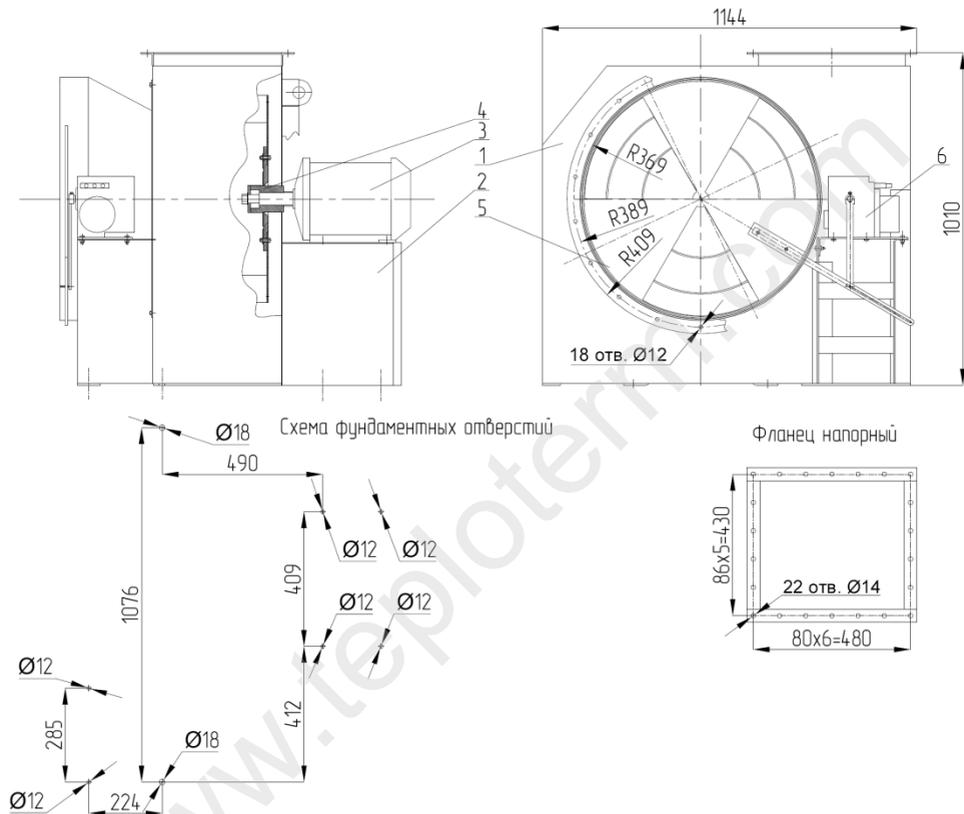

Рис. 4 – Вентилятор ВД-6,3 (1-корпус, 2-рама, 3-электродвигатель, 4-рабочее колесо, 5-аппарат шиберный, 6- привод шибера.)
3.1 Вентилятор состоит из шести основных частей (рис. 4): корпуса, рамы, электродвигателя, рабочего колеса, шиберного аппарата, привода шибера (по заказу).